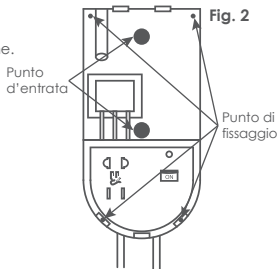

Fig. 2
2. Avvicinare il supporto al muro e segnare il muro con una matita attraverso i punti di fissaggio mostrati in Fig. 2.
2. Instradare il cavo di alimentazione attraverso uno dei due punti di ingresso (Fig. 2) e collegarlo ai terminali.